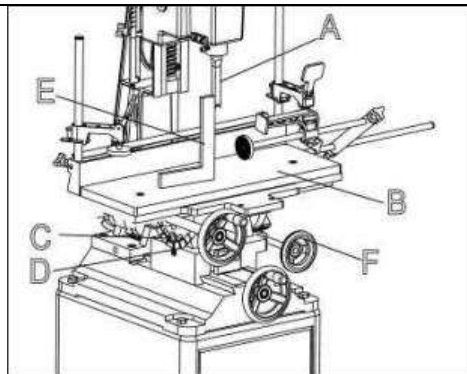

FIG7
Selon la fig. 7 : Placez une pièce carrée (E) de façon à ce qu'elle repose contre la table de travail (B) et le bédane (A). Si l'angle entre le bédane et la table est de 90°, aucun étalonnage n'est nécessaire.